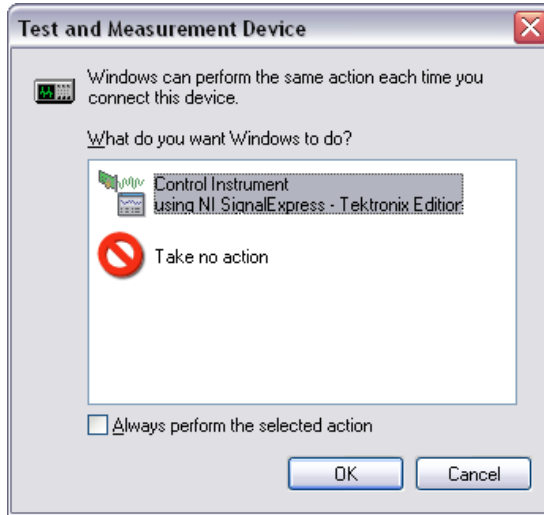

図 3-2 USB Plug-and-Play ダイアログボックス
4. 図 3-2 のように、Windows により Tektronix DPO4000 シリーズオシロスコープが検出されたことを示すダイアログボックスが表示され、次に行う操作のプロンプトが表示されます。**Control Instrument using NI SignalExpress - Tektronix Edition** が選択されていない場合にはクリックし、**OK** ボタンをクリックします。